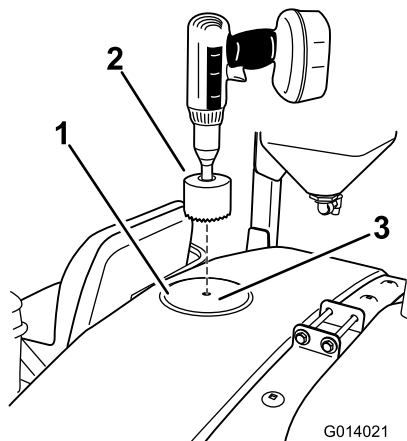

図 20
1. 図 20 に示されているタンク前部の位置を探し出す。
2. 9 cm の円形ノコを使ってマークのところに穴を切る 図 20。